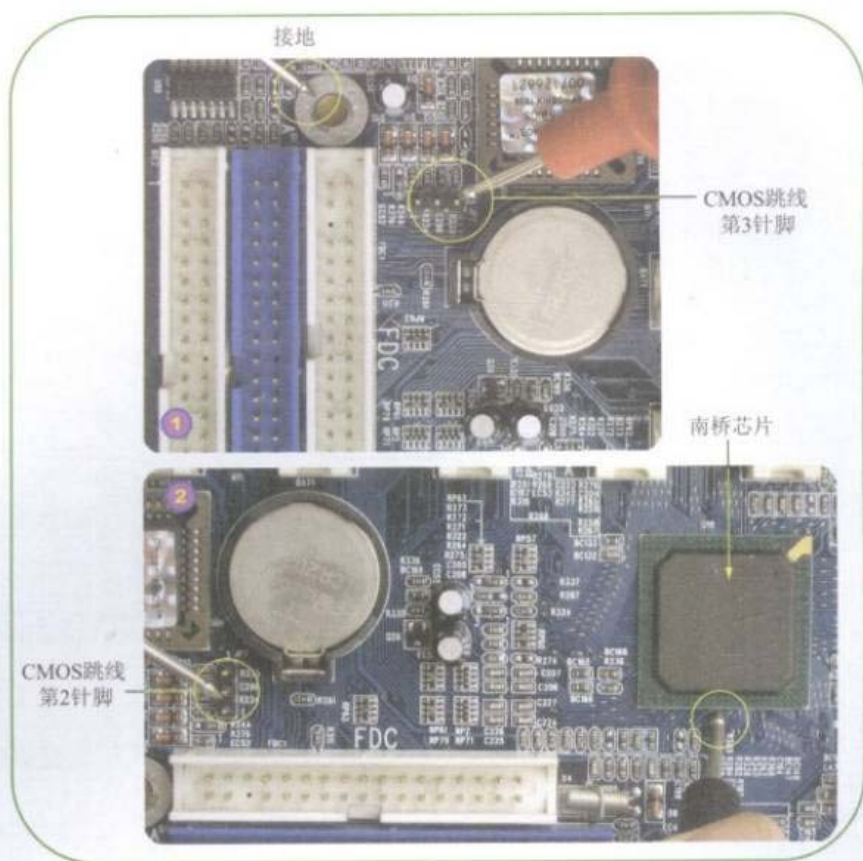

图6-20 测量CMOS跳线的线路
Step 04 测量CMOS跳线第3针脚接地及第2针脚到南桥的线路,如图6-20所示。
Step 08 测量CMOS跳线的第2针脚连接到南桥芯片的线路,请参考图6-20中的第二幅图。